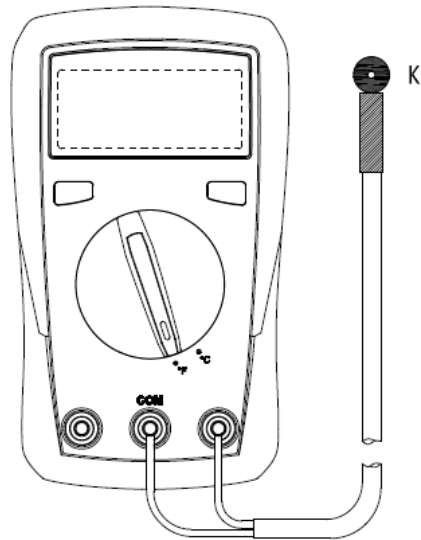

Figura 5
9. Măsurarea temperaturii (doar pentru UT131C, consultați Figura 5)